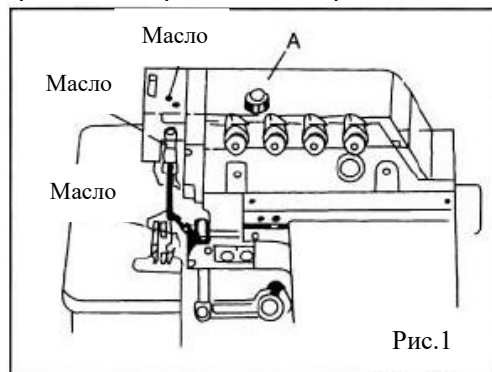

Рис.1
4.1. Смазка швейной машины. Рис. 1.